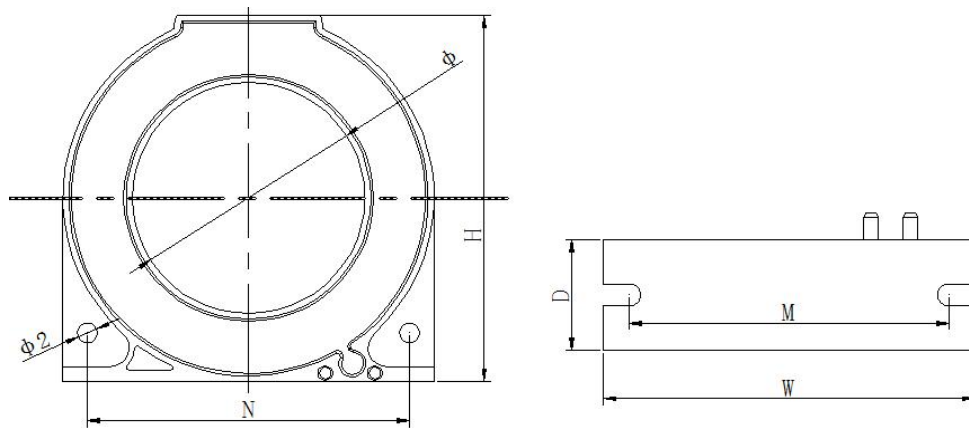

图9 漏电流互感器外形尺寸
5.4.4 漏电流互感器外形尺寸如图 9、表 6 所示（单位：mm）：